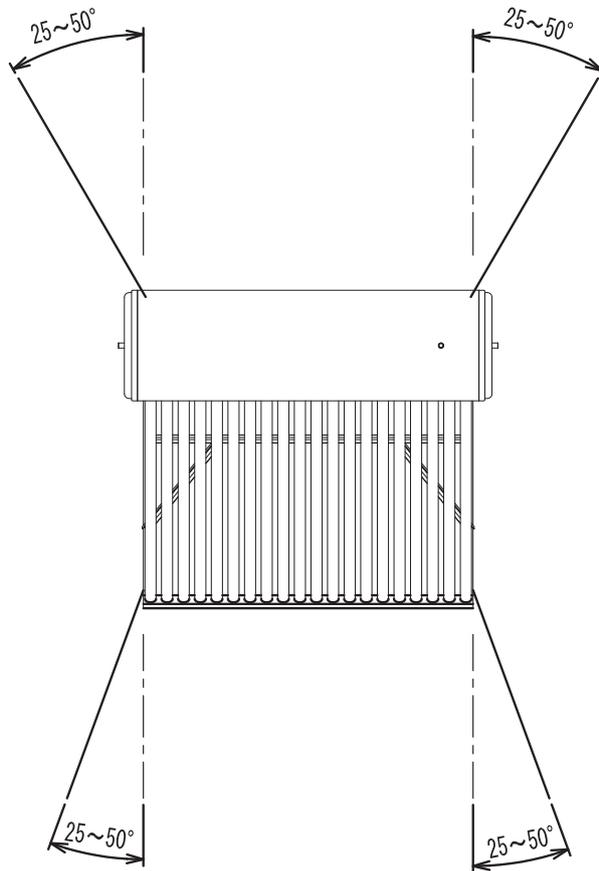
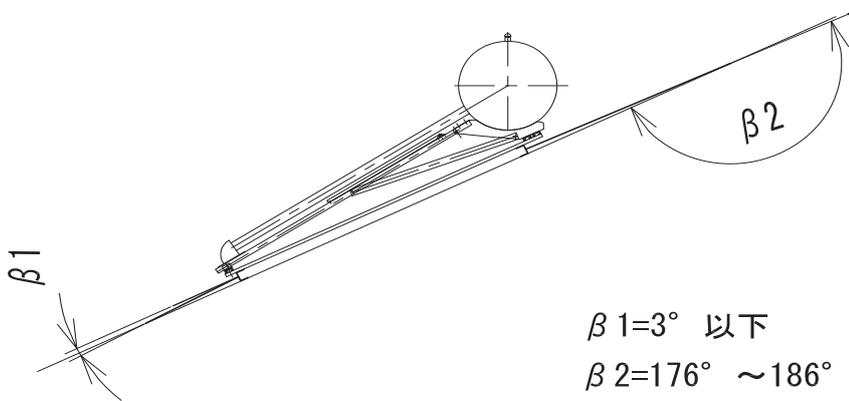

図 18
図 19
- 固定線の張出しは 16 ページ図 18,19 の張り出し角度の範囲内にします。
固定線の張出し角度は図 18、図 19 の範囲内にて張ってください。